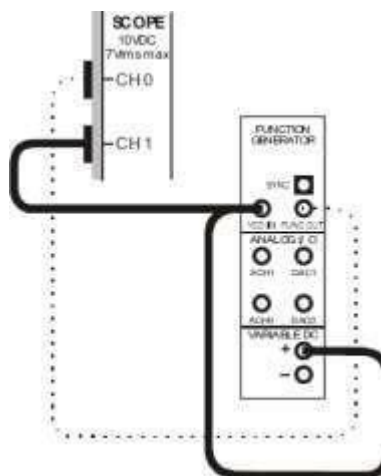

Figura 2.4
6. Conectar la salida positiva de la Fuente Variable a la entrada **VCC** de Modulo FUNCTIONGENERATOR, (Figura 2.4).